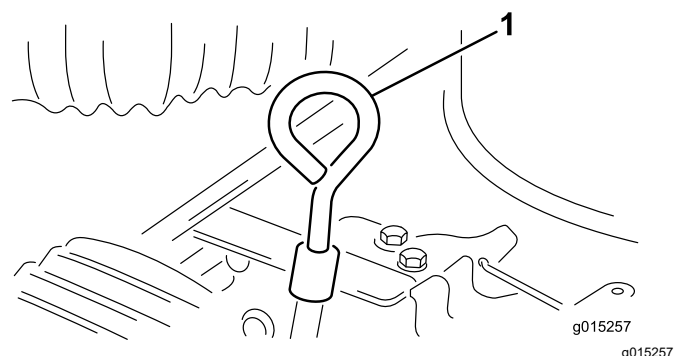

Figure 8
- Nettoyez la surface autour de la jauge d'huile pour éviter que des impuretés ne tombent dans l'orifice de remplissage et n'endommagent le moteur (Figure 8).